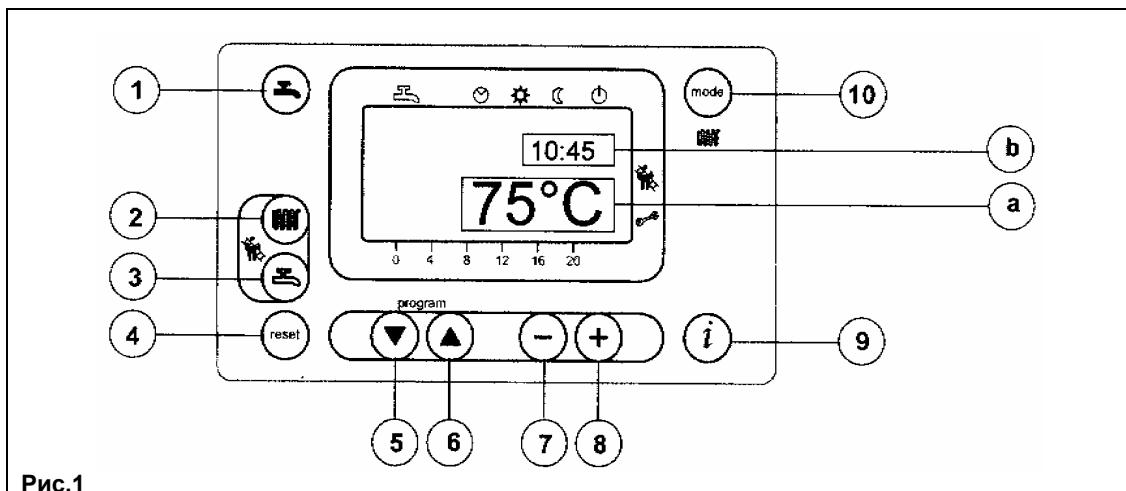

Рис.1
- Для установки значения температуры воды системы отопления нажмите кнопку (поз. 2 Рис. 1);
- нажмите одну из кнопок (поз. 1 или 10 Рис. 1) для запоминания значения и возврата в основное меню.
Прим. При подсоединенном датчике уличной температуры с помощью кнопки (поз. 2 Рис. 1) можно осуществлять смещение по климатическим кривым. Для увеличения или уменьшения комнатной температуры в отапливаемом помещении действуйте кнопками
- Для установки максимального значения температуры воды системы ГВС нажмите кнопку (поз. 3 Рис. 1);
На основном дисплее (Рис. 1 а) одновременно с кодом неисправности высвечивается символ